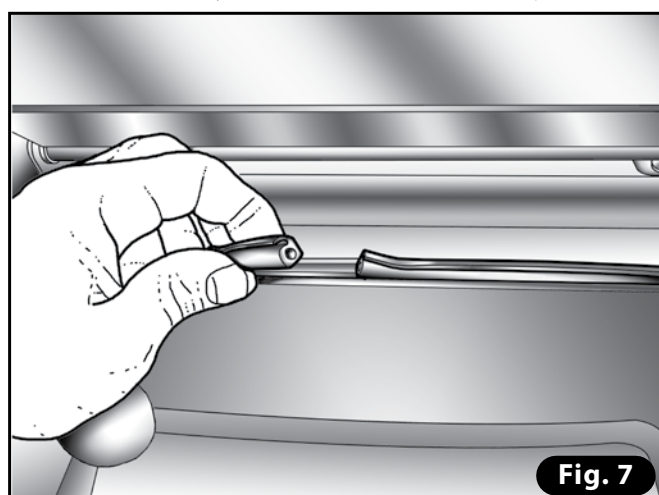

Fig. 7
- 3) Insérer le nouveau joint en l'appuyant au fond de la fente, en le coupant sur mesure avec le cutter (**Fig. 7**).